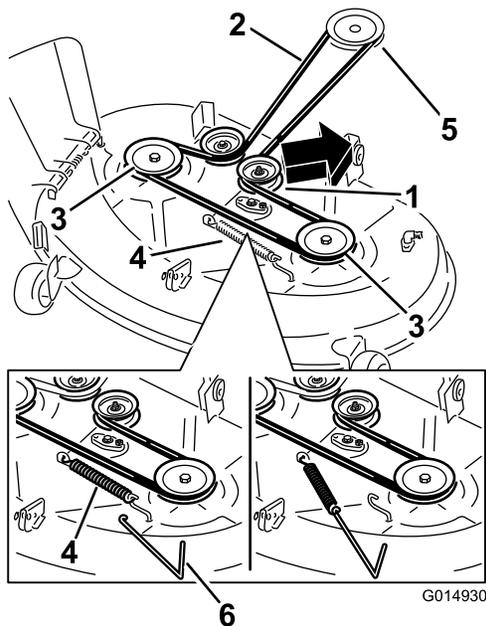
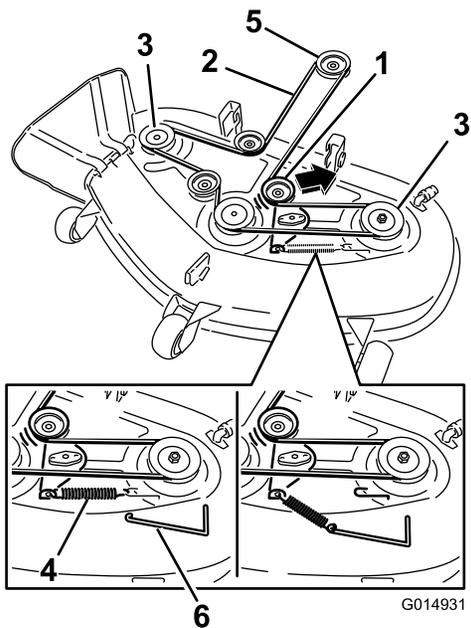

Figura 48
Figura 49
5. Usando una herramienta para la retirada de muelles (Pieza Toro N° 92-5771), retire el muelle tensor del gancho de la carcasa para eliminar la tensión de la polea tensora, y retire la correa de las poleas (Figura 48 y Figura 49).
6. Pase la correa nueva alrededor de las poleas del motor y del cortacésped (Figura 49).